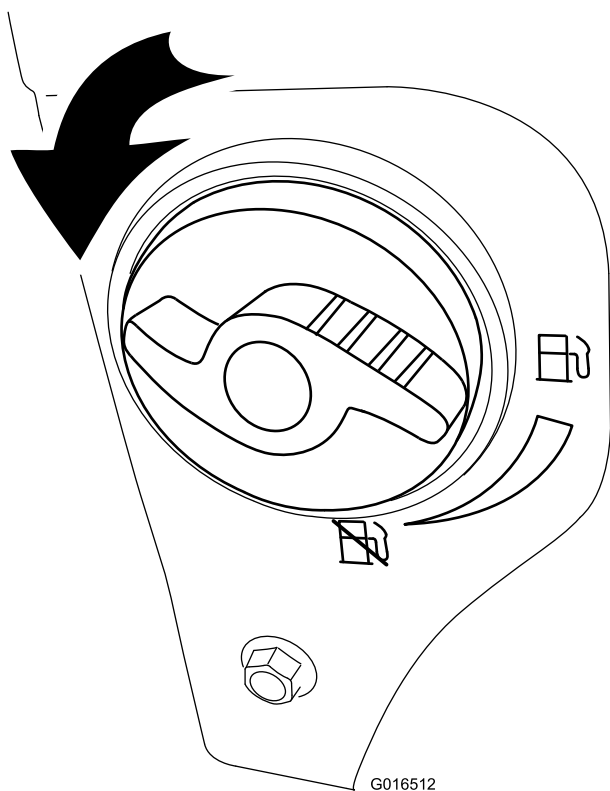

Figure 19
2. Ouvrez le robinet de carburant en le tournant de 1/4 de tour dans le sens antihoraire (Figure 19).